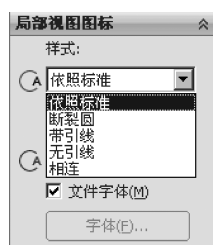

图 5-13 【样式】选项
- （样式）：可以选择 1 种样式，如图 5-13 所示，也可以单击【轮廓】单选项（必须在此之前已经绘制好 1 条封闭的轮廓曲线）。